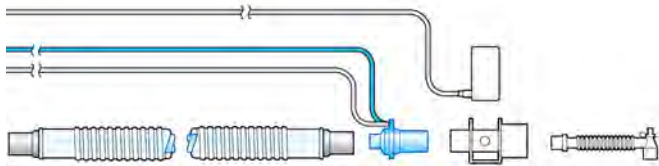

Figura 2-11. Conexión del sensor de CO₂ y el adaptador de vía aérea al circuito del paciente
3. Conecte el sensor y el adaptador de vía aérea al circuito del paciente tal y como se muestra a continuación (figura 2-11):